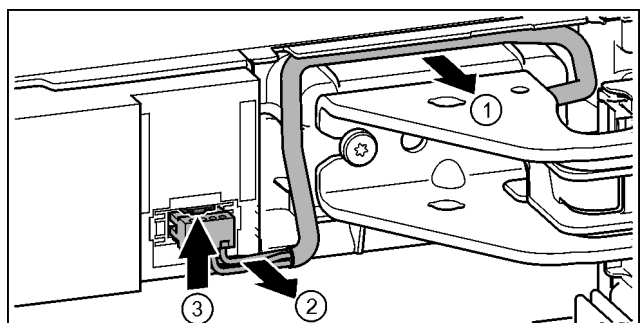

Fig. 23
- ▶ Kabel via de lagerbus voorzichtig uit de geleiding losmaken. *Fig. 23 (1)*
- ▶ Kabeldraad voorzichtig uit de schacht trekken. *Fig. 23 (2)*
- ▶ Las naar boven duwen en stekker voorzichtig eruit trekken. *Fig. 23 (3)*